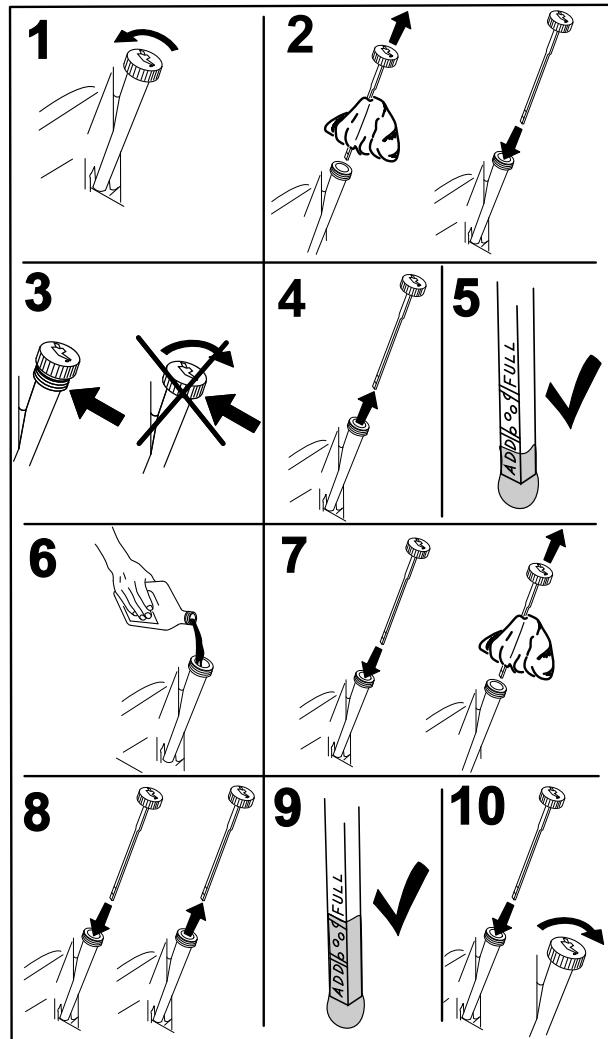

図 38
- エンジンを停止させ、キーを抜き取り、各部が完全に停止したのを確認してから運転位置を離れる（図 38）。